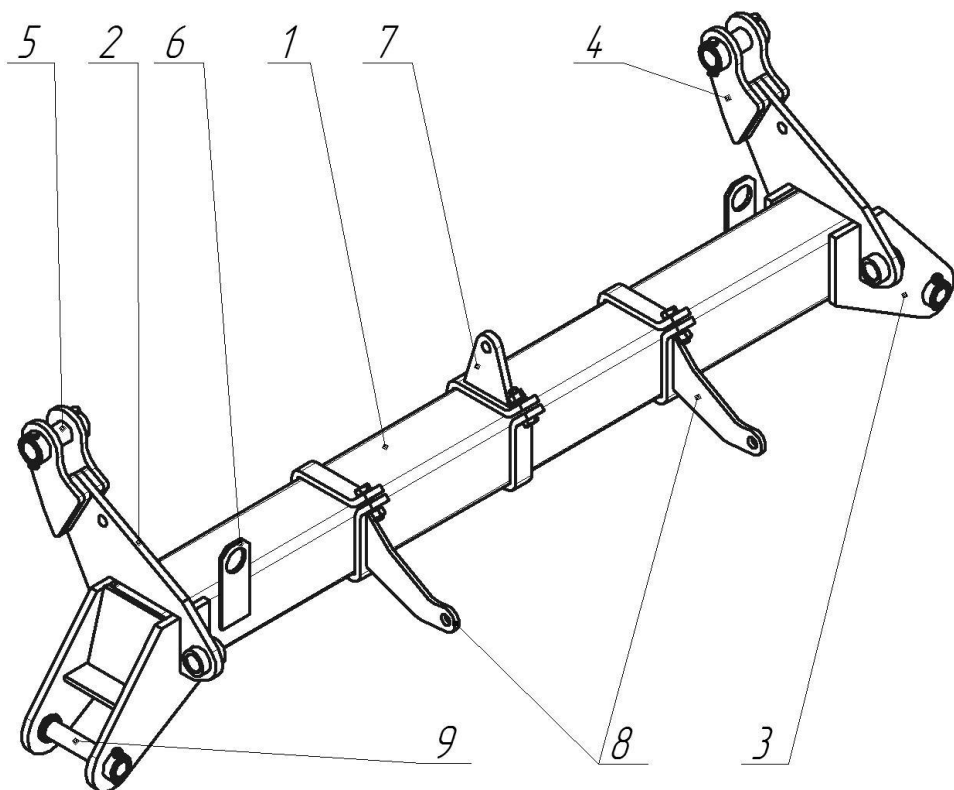
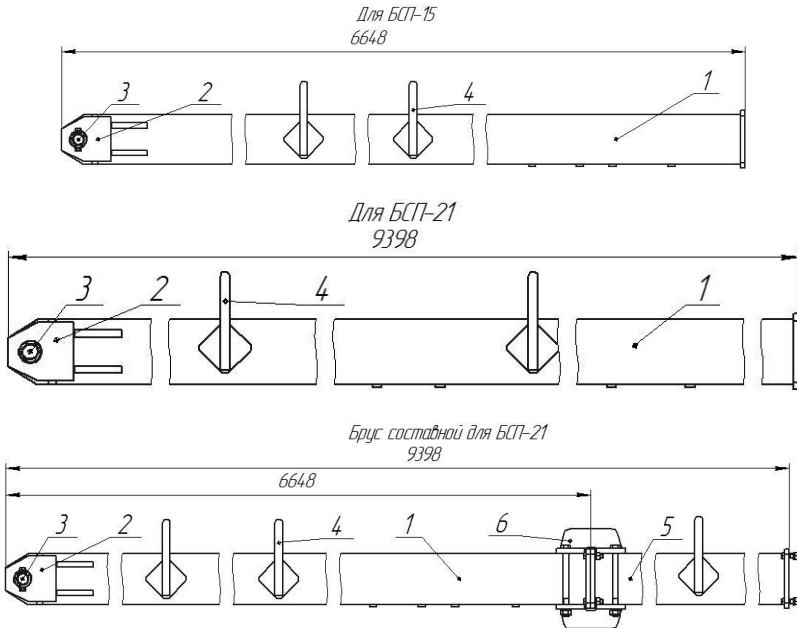
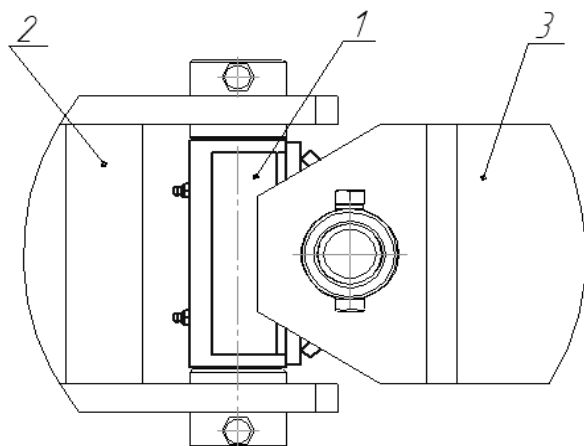
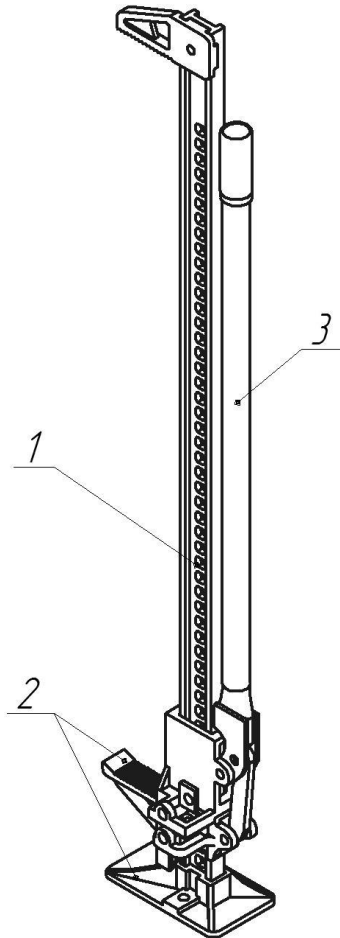

Рисунок 6 - Брус центральный
Рисунок 7 - Брус боковой
Рисунок 8 - Шарнирное соединение
Рисунок 13 - Домкрат
Брусья боковые (см. рисунок 7) предназначены для крепления параллелограмных механизмов и секций бороны. На них же закрепляются транспортные и рабочие колеса, домкраты, строповочные скобы.
Между собой брусья (брус центральный рисунок 6 и боковые брусья рисунок 7) соединяются шарниром (см. рисунок 8). Такое соединение, позволяет переводить борону из транспортного положения в рабочее и обратно, а так же дает возможность бороне копировать рельеф местности.
Домкрат (см. рисунок 13) служит опорой для бороны в том случае, когда машина отсоединяется от трактора. В комплект входят два домкрата, устанавливаемых справа и слева по ходу машины (см. рисунок 14) на боковых брусках.
5.3 Смазать узлы бороны, имеющие пресс-масленки (домкраты см. рисунок 13 и кронштейны см. рисунок 8) .